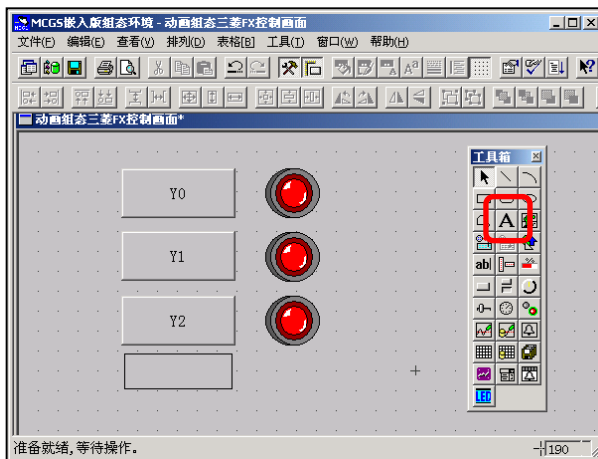
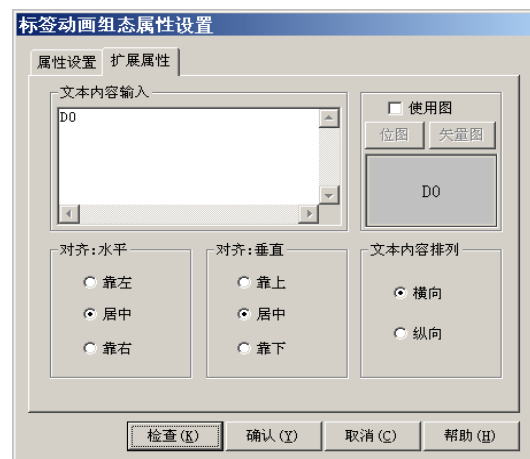

图 11
图 12
③标签：单击选中工具箱中的“标签”构件，在窗口按住鼠标左键，拖放出一定大小的“标签”，如图 11。双击进入该标签弹出“标签动画组态属性设置”对话框，在扩展属性页，在“文本内容输入”中输入 D0，点击确认。如图 12。